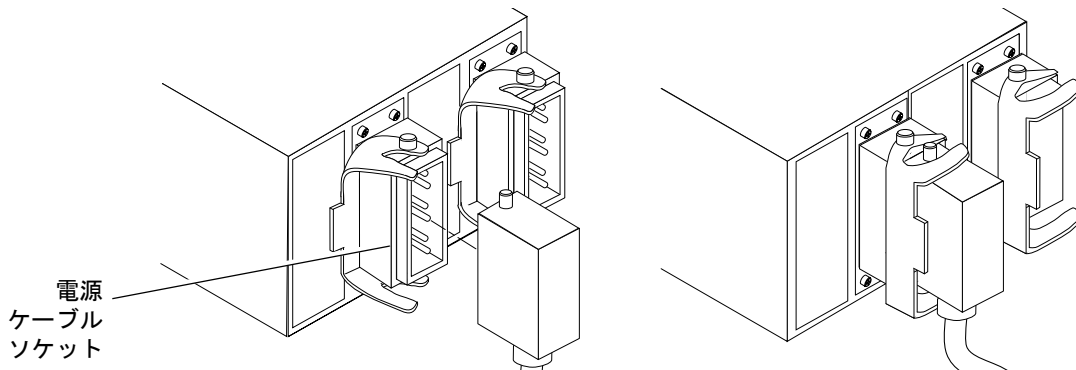

図 2-8 RTS モジュールへの電源ケーブルの接続
- 電源ケーブルを RTS モジュールに接続し、ロックレバーを使用してコネクタをロックします (図 2-8)。